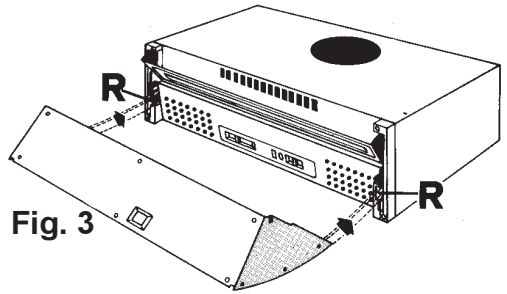

Fig. 3
**Montaggio sportello:** Inserire completamente lo sportello nelle apposite guide R (fig. 3).